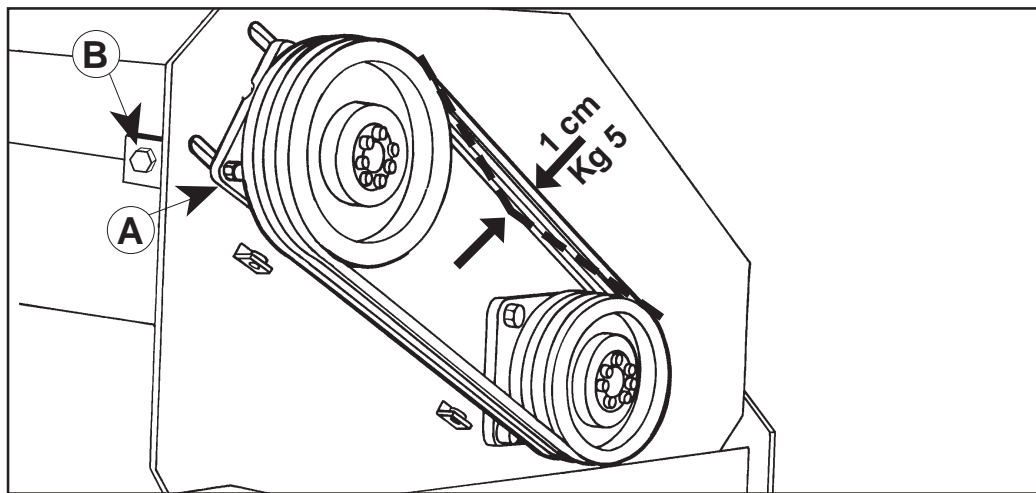
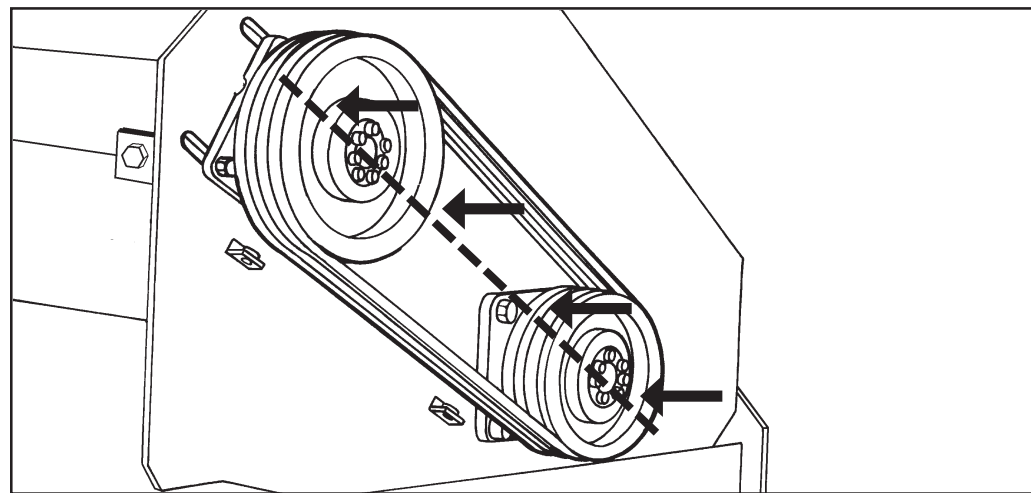

Fig. 18
Fig. 19
- A cinghie tensionate (Fig. 18) controllare l'allineamento delle pulegge (Fig. 19).
- Check the pulley alignment (Fig. 18) once the belts have been tightened (Fig. 19).
- Wenn die Riemen richtig gespannt sind (Abb. 18), prüfen, daß die Riemenscheiben gut ausgerichtet sind (Abb. 19).
- Une fois les courroies tendues (Fig. 18), contrôler l'alignement des poulies (Fig. 19);
- Con las correas tensas (Fig. 18), controlar la alineación de las poleas (Fig. 19).
- Premendo su ogni singola cinghia con una forza di 5 Kg, lo spostamento della stessa non deve superare un massimo di 1 cm (Fig. 18).
- Allentare le quattro viti che fissano il supporto puleggia superiore (A Fig. 18);
- Con apposita chiave, avvitare la vite di registro (B Fig. 18), fintantochè non si raggiunge la corretta tensione delle cinghie;
- When pressing on each single belt with a 5 Kg force, it should not give for more than 1 cm (Fig. 18).
- Loosen the 4 screws fastening the upper pulley support (A Fig. 18).
- With the appropriate wrench, screw the regulating screw (B Fig. 18) until the correct belt tension is reached.
- Bei Druck auf den Riemen, mit einer Kraft von 5 kg dürfen sich diese nur um höchstens 1 cm verstellen (Abb. 18).
- Die vier Schrauben, die die obere Riemenhalterung befestigen, lockern (A Abb. 18).
- Mit dem dafür vorgesehenen Schlüssel die Einstellschraube (B Abb. 18) festziehen, bis die korrekte Riemen-spannung erreicht wird.
- En appuyant sur chaque courroie, avec une force de 5 Kg, celles-ci ne doivent pas se déplacer de plus de 1 cm au maximum (Fig. 18).
- Desserrer les quatre vis qui fixent le support de la poulie supérieure (A Fig. 18);
- A l'aide d'une clé prévue à cet effet, visser la vis de réglage (B Fig. 18), pour atteindre la tension correcte des courroies;
- Al apretar cada una de las correas, con una fuerza de 5 Kg, el desplazamiento de las mismas no tiene que ser mayor de 1 cm. (Fig. 18).
- Afloje los cuatro tornillos que sujetan el soporte de la polea superior (A Fig. 18).
- Enrosque el tornillo de regulación (B Fig. 18) con la llave correspondiente, hasta alcanzar la correcta tensión de las correas.
Premere sulla cinghia, nella zona centrale fra le due pulegge, con una forza di 5 Kg, la forza deve provocare una deformazione sulla singola cinghia di 1 cm (Fig. 18).
È consigliabile a tal proposito, munirsi di una riga metallica di lunghezza adeguata, e appoggiandola sui bordi delle due puleggie (vedere linea tratteggiata Fig. 19), la stessa deve toccare tutti e quattro i bordi delle pulegge stesse.
*Press on the middle part of the belt between the two pulleys with a 5 Kg force. Each belt should give 1 cm (Fig. 18).*
*In this respect we recommend placing an adequately long metallic ruler on the edges of the two pulleys (see broken line Fig. 19).*
Im mittleren Abschnitt zwischen den beiden Riemenscheiben mit einer Kraft von 5 kg auf den Riemen drücken. Der einzelnen Riemen muß sich um 1 cm eindrücken lassen (Abb. 18).
Es empfiehlt sich daher, einen Metallstab von geeigneter Länge auf die Ränder der beiden Scheiben aufzulegen (siehe Strichlinie Abb. 19), wobei dieser den Umfang der Scheiben an jeweils zwei Punkten berühren muß.
*Appuyer sur la courroie, dans la zone centrale entre les deux poulies, en exerçant une force de 5 kg. La force exercée doit provoquer une déformation sur la courroie concernée de 1 cm (Fig. 18). A ce sujet, il est conseillé de se munir d'une règle en métal ayant une longueur appropriée. En la posant sur les bords des deux poulies (voir ligne en pointillé Fig. 19), cette règle doit toucher les quatre bords des poulies.*
La fuerza debe provocar una deformación de 1 cm (Fig.18) en cada correa. Para tal fin, es aconsejable utilizar una regla metálica con una longitud adecuada y apoyarla sobre los bordes de las dos poleas (véase línea punteada Fig. 19), la misma tiene que tocar los cuatro bordes de las poleas.